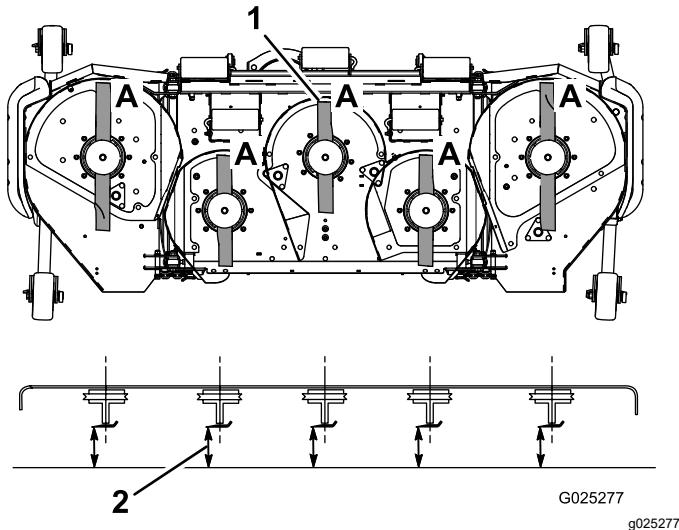

Bild 25
3. Drehen Sie die Schnittmesser, bis die Enden nach vorne und hinten gerichtet sind (Bild 25).
4. Messen Sie von einer ebenen Fläche bis zur Schnittkante (Position A) der Messer (Bild 25). Notieren Sie diesen Wert.